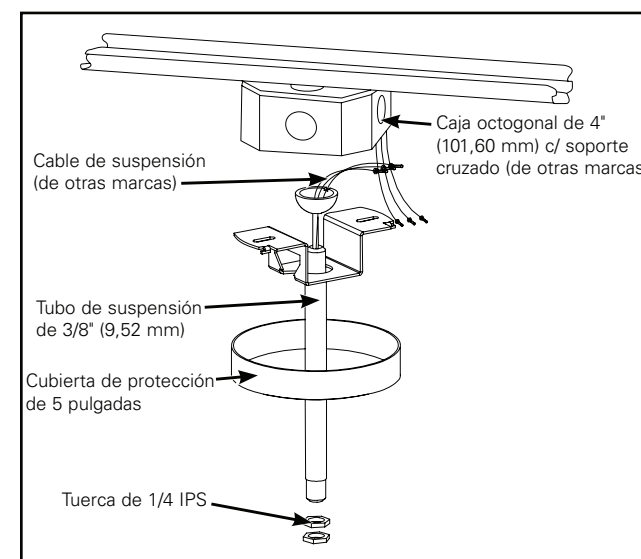

Figura 1. Alimentación
5. Sujete el tubo de suspensión a la bola giratoria y asegúrelo con la tuerca de sujeción de 1/4" IPS. (Figura 1.)